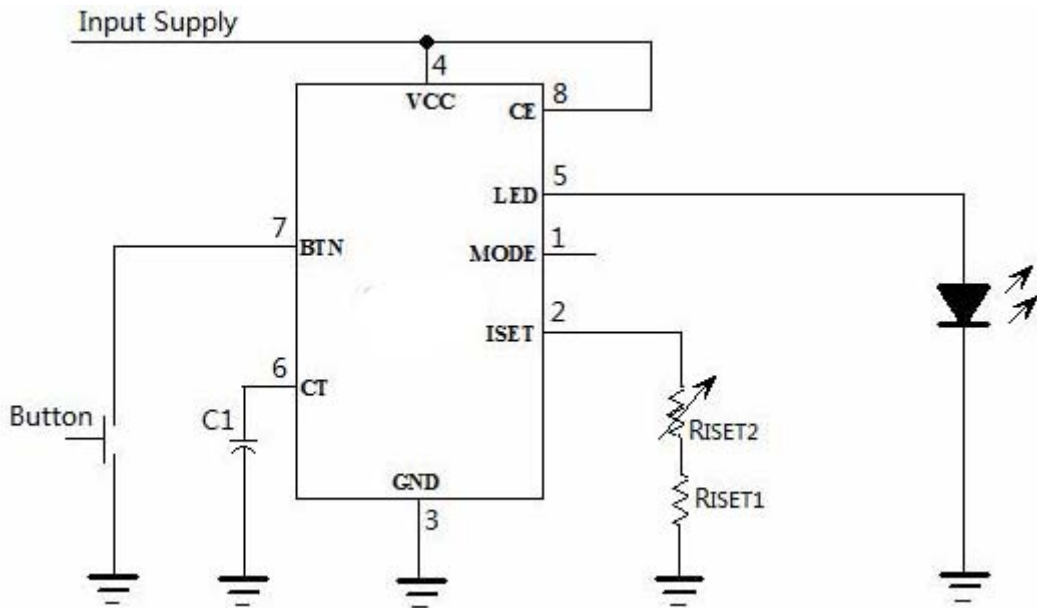

图 7 用可变电阻调整发光二极管的亮度
3. 用可变电阻调整发光二极管的亮度，如图7所示
用一个可变电阻可以连续调整发光二极管的亮度，如图7所示。 $R_{ISET1}$  设置了流经LED管脚的最大电流， $R_{ISET2}$ 为可变电阻，改变 $R_{ISET2}$ 的电阻值就可以连续改变发光二极管的亮度。